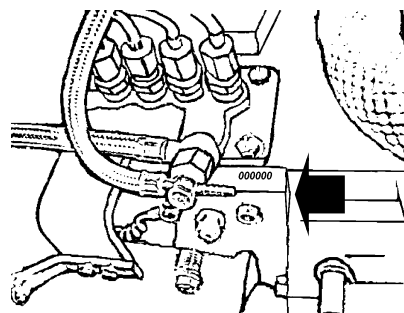

Fig. 1.2
- Serienummer gegraveerd in de motor (zie Fig. 1.2)